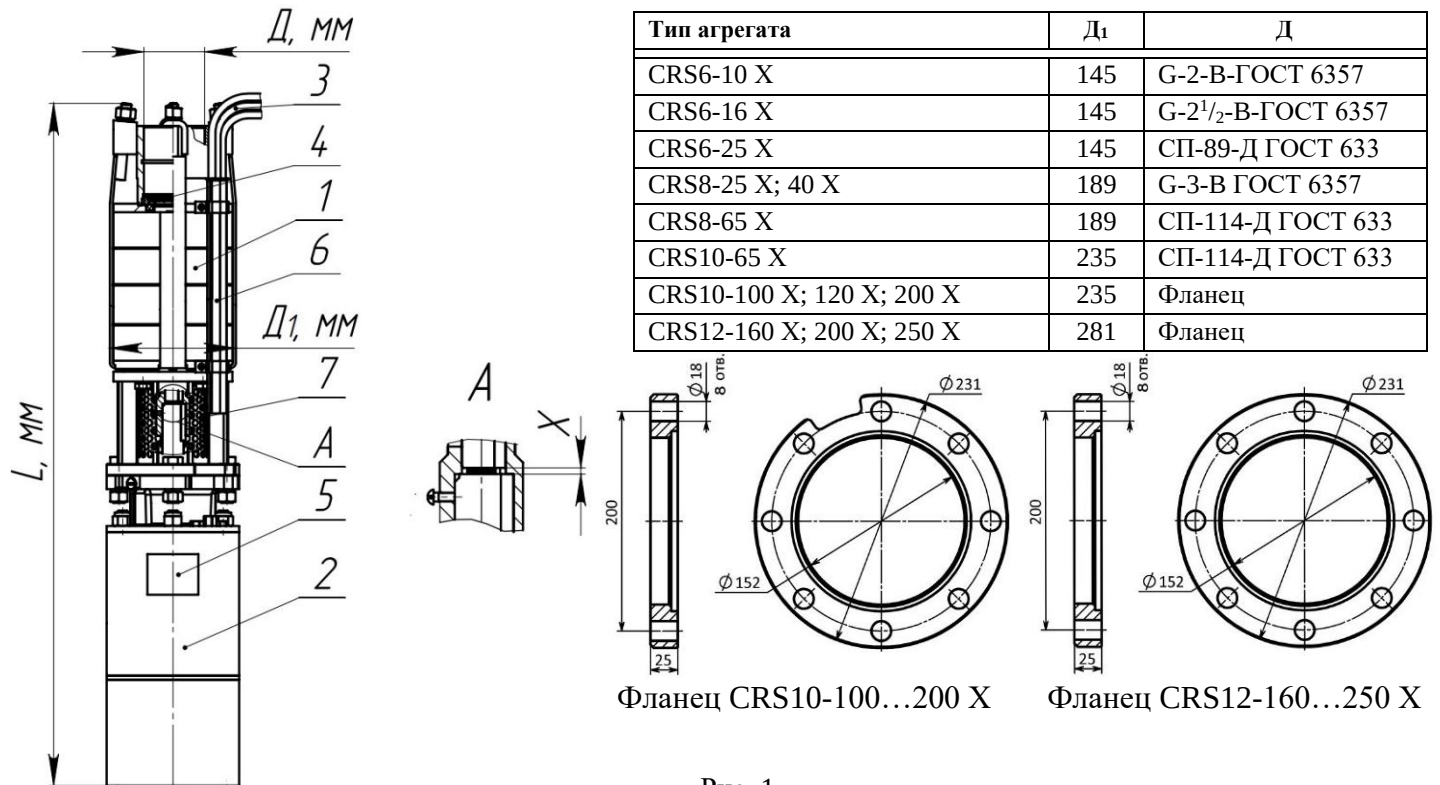

Рис. 1
Агрегат CRS - X (см. рис. 1) состоит из: насосной части поз. 1; электродвигателя поз. 2; проводов токопроводящих поз. 3; клапана поз. 4; таблички поз. 5; кожуха защитного поз. 6; сетки защитной поз. 7.
5.3.2 Водоподъемную трубу с муфтой вернуть в патрубок агрегата до отказа (см. рис. 1). По просьбе заказчика за отдельную плату могут поставляться переходные втулки (резьбовые), а также переходники с резьбы на фланец (см. сайт изготовителя в разделе «Дополнительное оборудование»).
5.3.8 Для предотвращения повреждений токоподводящих проводов при монтаже агрегата с фланцевым соединением необходимо использовать ответный фланец с выборкой (см. рис. 1).